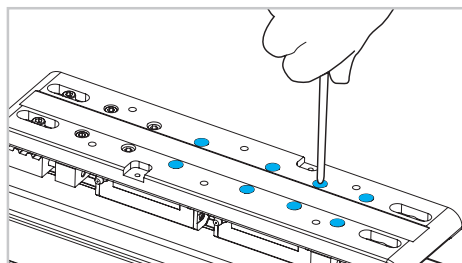

Fig. 9
- 7) Retirer les vis sur le dessus du chariot (fig. 9).